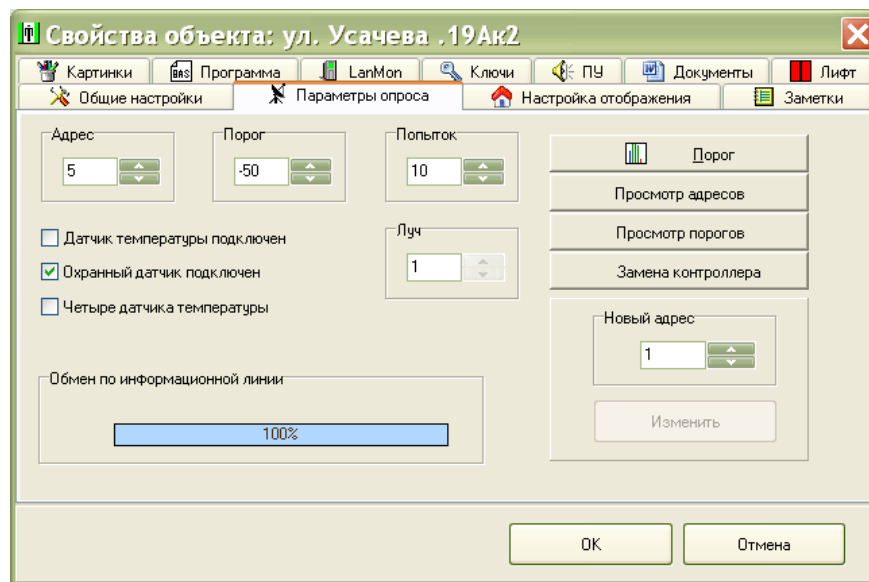
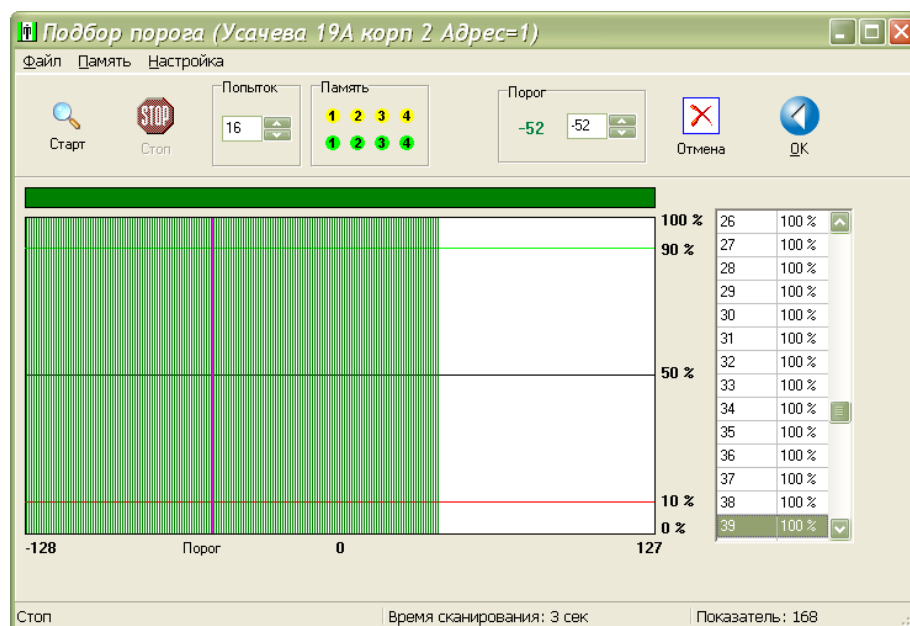

Рисунок 38
Рисунок 41
1) В контекстном меню блока БДК-4М2, БДК-3М2, БДК-2М выбрать пункт «Свойства». Открыть вкладку «Параметры опроса» (рисунок 38).
6) В окне «Свойства» на вкладке «Параметры опроса» нажать кнопку «Порог» (рисунок 38). В окне «Подбор порога» нажать кнопку «Старт» для запуска сканирования порога (рисунок 41). Дождаться завершения прохода по всем значениям порога.